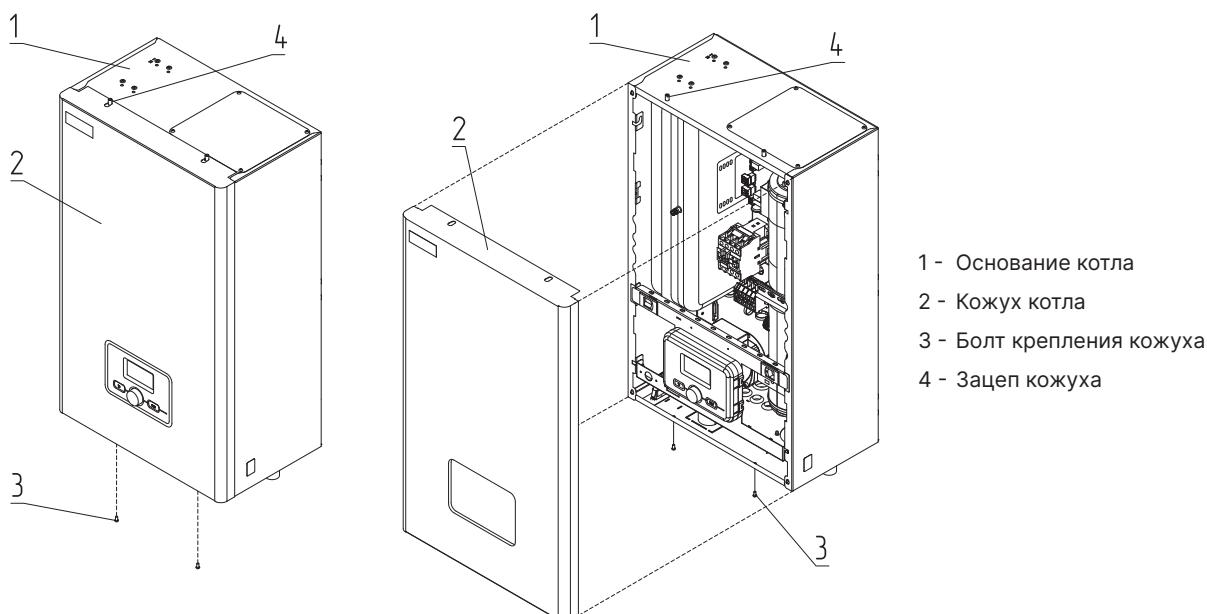

Рис.11 Снятие кожуха
- выкрутить болты крепления (**Рис.11, поз.3**);
- переместить кожух (**Рис.11, поз.2**) вверх, сняв с зацепов (**Рис.11, поз.4**), и снять его с основания (**Рис.11, поз.1**), предварительно отсоединив провод заземления от соответствующего контакта на кожухе котла;